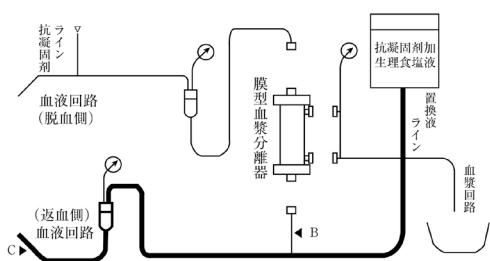

図2. 血液回路の洗浄(1)
- 3) 抗凝固剤加生理食塩液により返血側回路を洗浄する（図2、3参照）。